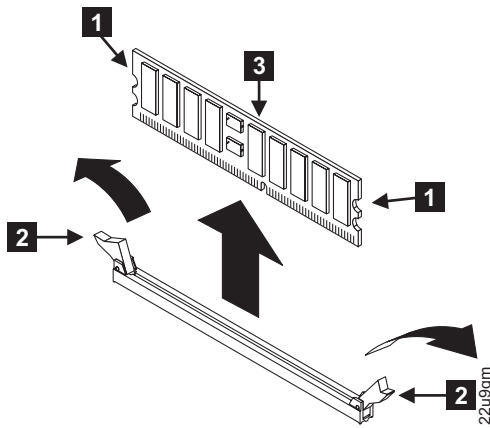

図 95. メモリー・モジュールの取り外し
6. 図 95に示すように、クリップ **2** を外側に押しながら開きます。このアクションにより、メモリー・モジュール **3** をコネクタから引き出します。